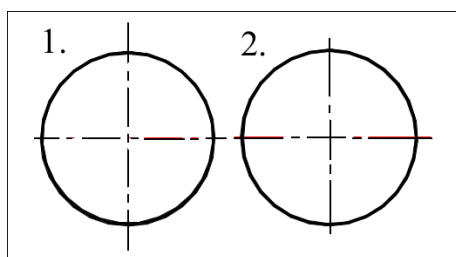

Рисунок 3
**Вопрос 6.** На каком чертеже правильно проведены центровые линии (рис.3)?